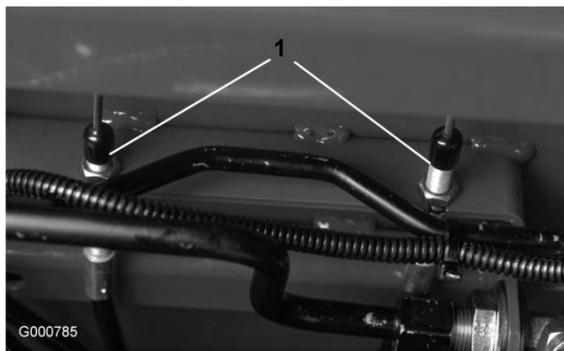

Figure 76
2. Pour réduire la garde aux pédales de frein, serrez les freins en desserrant l'écrou avant sur l'extrémité fileté du câble de frein (Figure 76). Serrez ensuite l'écrou arrière pour ramener le câble en arrière pour obtenir une garde aux pédales de frein de 1,25 à 2,5 cm. Resserrez les écrous avant une fois que les freins sont réglés correctement.